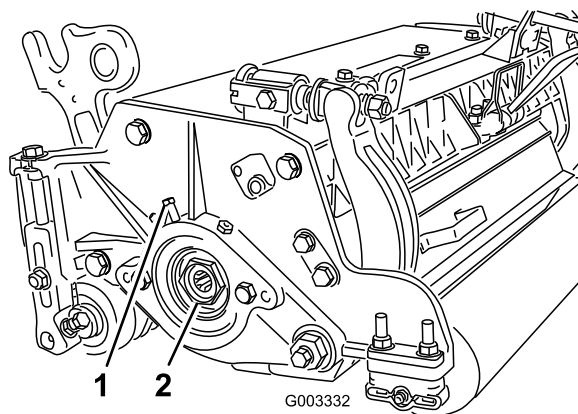

Figura 25
- A. Afloje el tornillo de fijación exterior que sujeta la tuerca de ajuste del cojinete al alojamiento del cojinete situado en el lado izquierdo de la unidad de corte (Figura 25).